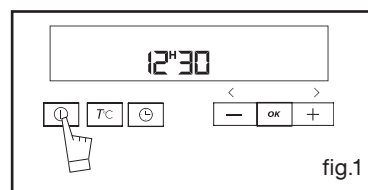

fig.1
Appuyez sur la touche ① (fig.1).